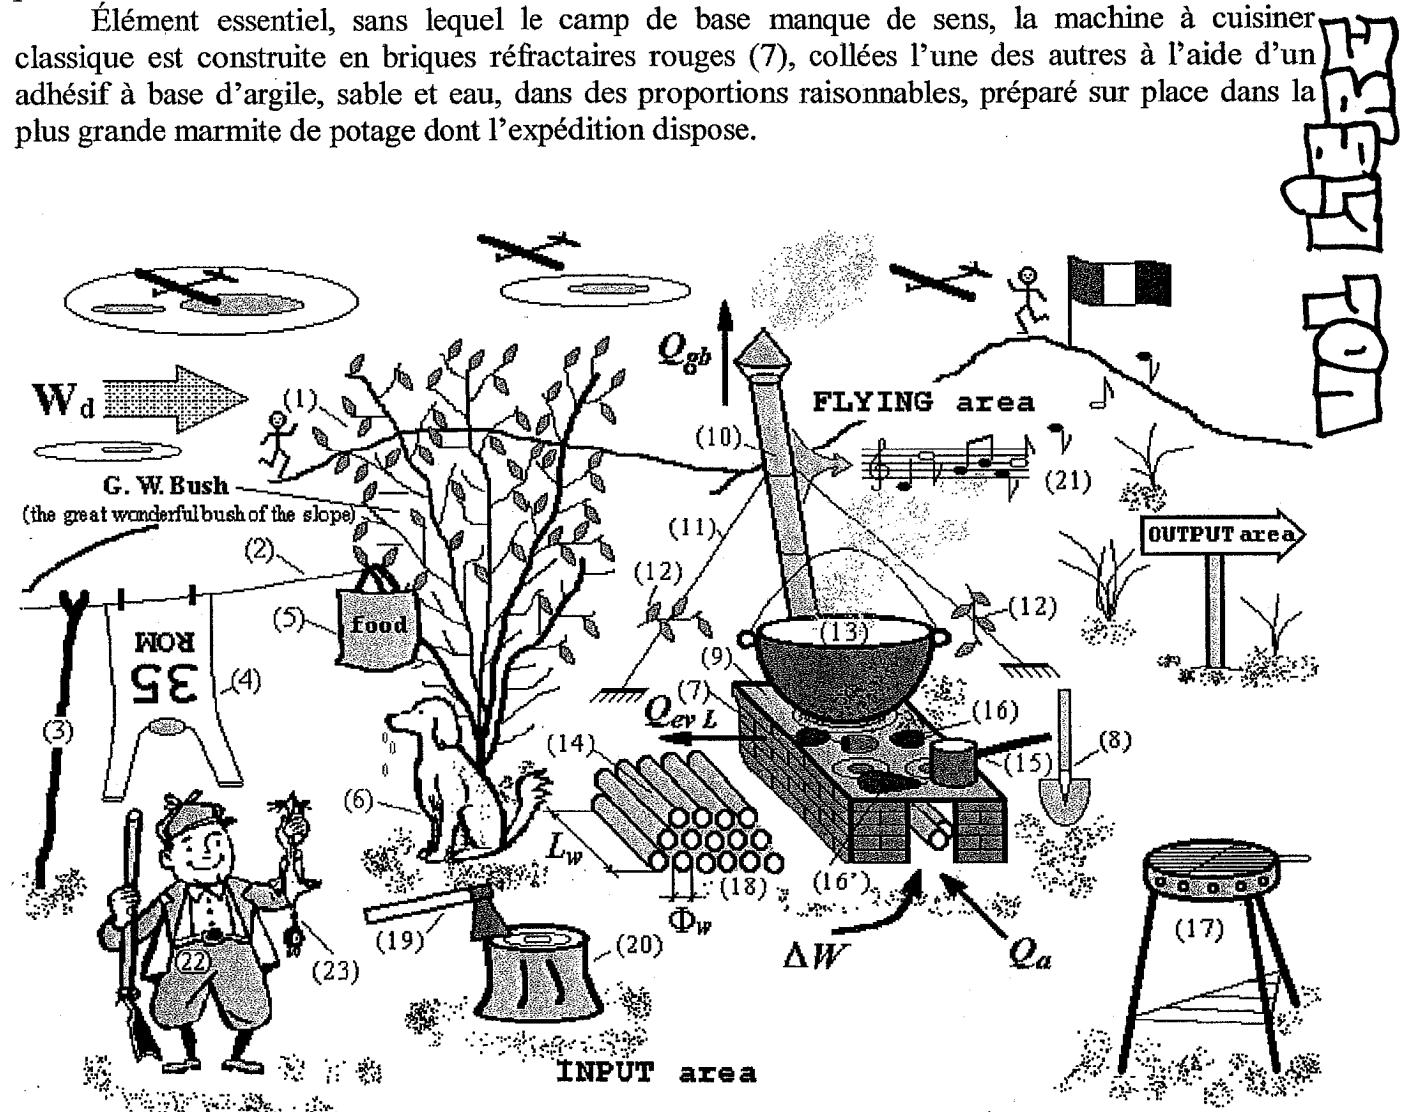

Figure 1 Le camp de base
À la différence de la conquête des grands pics du monde, comme l'Everest par exemple, la conquête des Championnats du Monde et des participants d'autres pays ou continents aussi se fait en installant le camp de base juste au sommet – sommet de la colline, pas des Championnats – dans un endroit à l'abri du sifflement du vent W_d (figure 1) et ayant comme élément définitoire le grand buisson (1), nommé encore „le grand et merveilleux buisson de la pente“ ou, en anglais, *G. W. Bush*. L'existence de celui-ci confère à l'association tribale du camp de base un sentiment de sécurité relative et présente l'avantage de posséder des branches sèches vers la base qu'on peut rompre par ceux qui s'occupent du feu, en vue de l'initiation rapide de la réaction d'oxydation du combustible solide que l'on va introduire dans la poêle classique de cuisine, les petites branches étant, dans le cas-là, un bon catalyseur.
Ces éléments n'ont pas pu être représentés dans la *figure 1*, parce que le dessein est déjà assez compliqué et il existe le risque que les gens ne puissent plus comprendre rien de la complexité des phénomènes normaux et paranormaux qui, de manière inévitable, apparaissent autour des membres du camp de base.